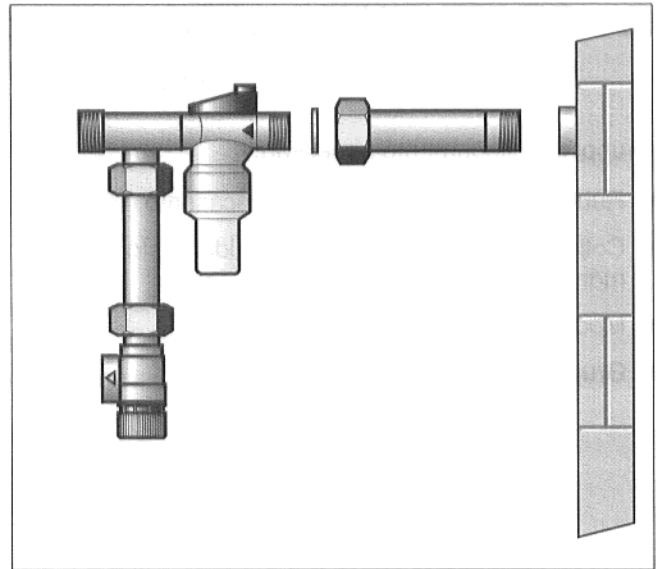

Fig. 17: gruppo di sicurezza
- Collegare il gruppo di sicurezza con il nipplo a vite. Tenere presente la guarnizione e la direzione del flusso! (Fig. 17).